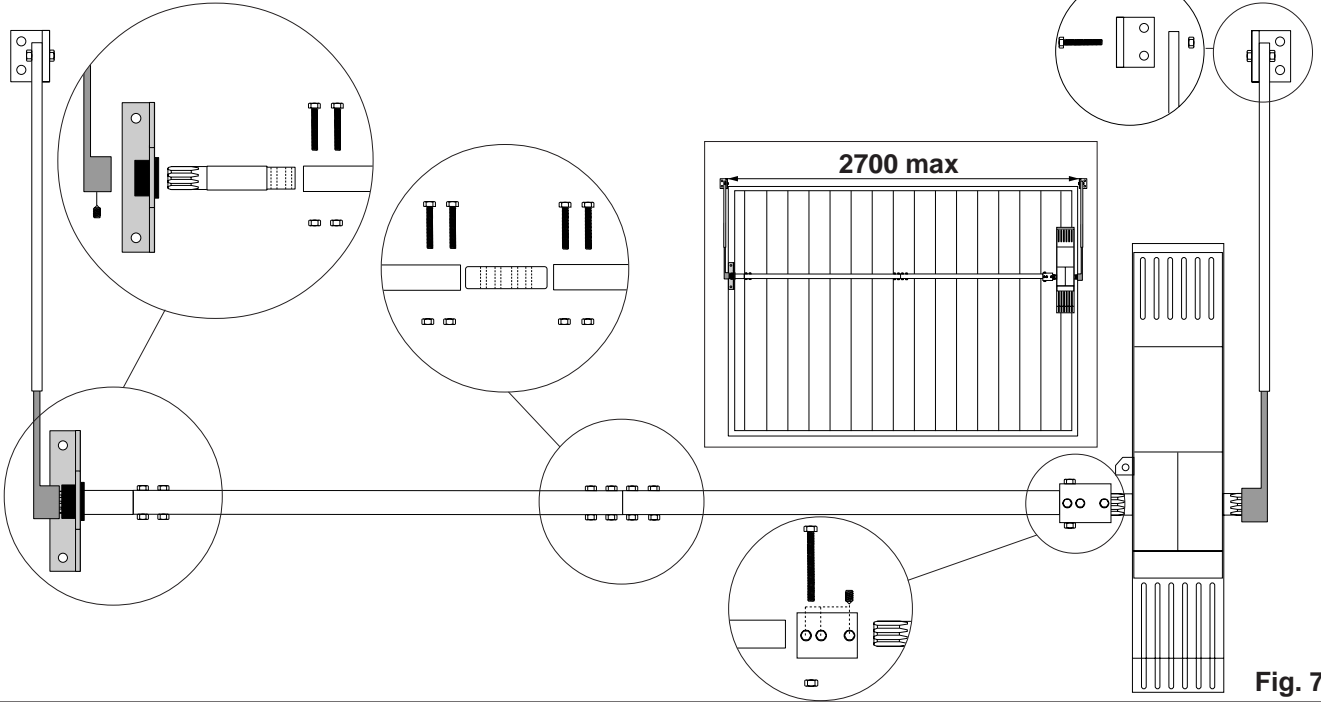

Fig. 7
- 4.5 Fixer les pièces comme indiqué sur les figures 7, 8, 9.